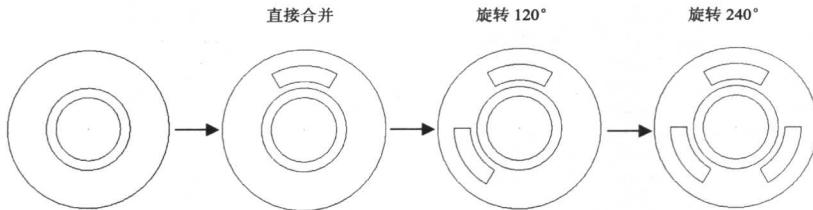

图 1-15 例 1-1 文件合并流程
(3) 选择 File |File Merge/Pattern 命令，在打开的对话框中再次选择文件“文件合并 2.MCX”。在文件合并工具栏中的按钮后输入 120，系统将“文件合并 2.MCX”中的图形对象旋转 120°后进行合并。
(4) 按照第(3)步的方法，将“文件合并 2.MCX”中的图形对象旋转 240°后进行合并，最终得到需要的图形。整个过程如图 1-15 所示。